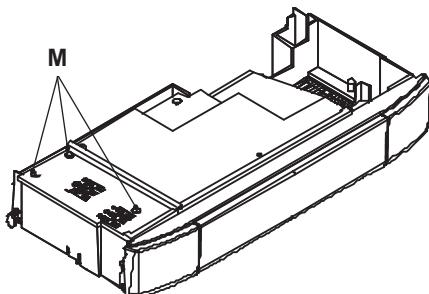

рисунок 9.11
- Ослабьте винты M и снимите сервисную панель (рисунок 9.11).